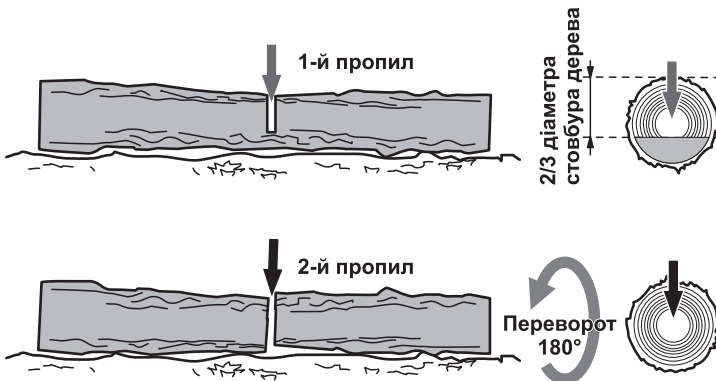

Рисунок 11. Схема розпилювання колоди без підкладання опор.
5.2.5.1 Розпилювання колоди на ґрунті (рис. 11).
2. Повільно розпиляти колоду до 2/3 її діаметра (1, рис. 11).
3. Перевернути колоду та розпиляти її з протилежного боку (2, рис. 11).
1. Підготувати надійні опори на ґрунті та зафіксувати на них колоду від руху в положенні аналогічному до рис. 11.